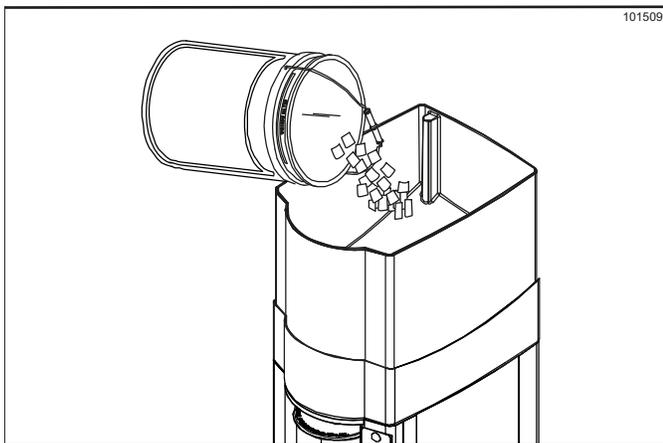

Figura 6-1
4. Llene el depósito de hielo a 25 mm (1") de la parte superior con cubos de hielo limpio o de hielo industrial. (Véase la figura 6-1).